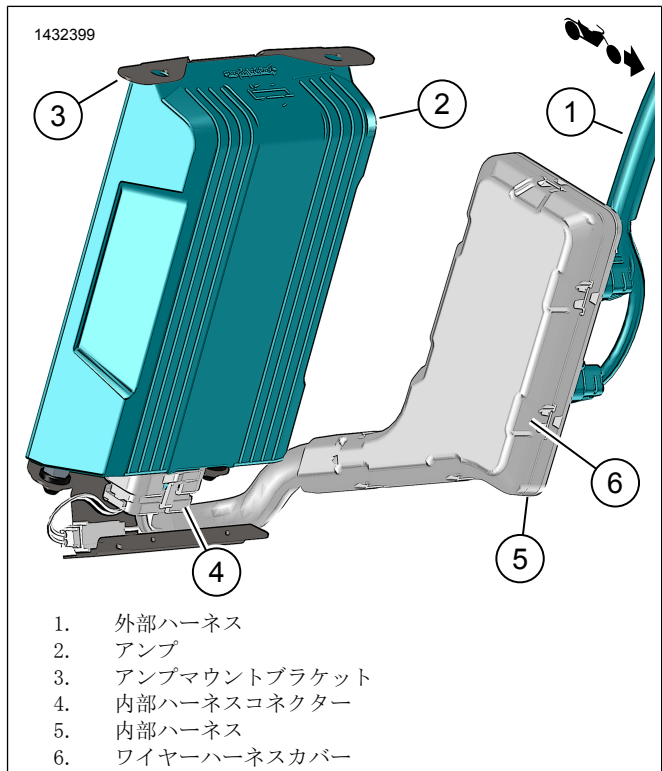

図14。右サドルバッグアンプの組み立て
6. 図14を参照してください。内部ハーネスコネクタ(4)をアンプ(2)に接続します。
10. 図14を参照してください。ワイヤーハーネスカバー(6)を取り付けます。